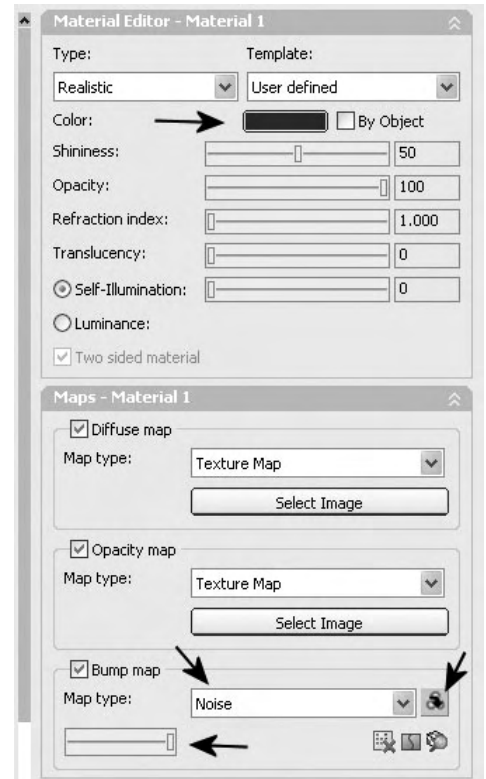

Fig.13.42
- Dans le champ **Couleur (Color)**, sélectionnez une couleur gris foncé (fig.13.42).